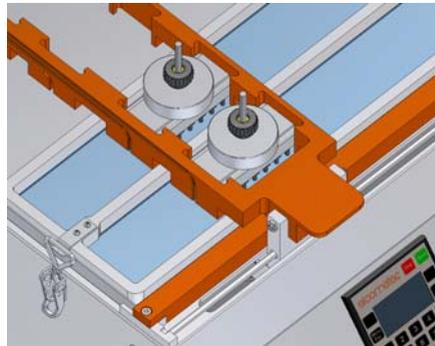

Abbildung 8. Werkzeug einsetzen
- Setzen Sie das Werkzeug (oder Werkzeuge) in den Werkzeugträger (Abbildung 8).